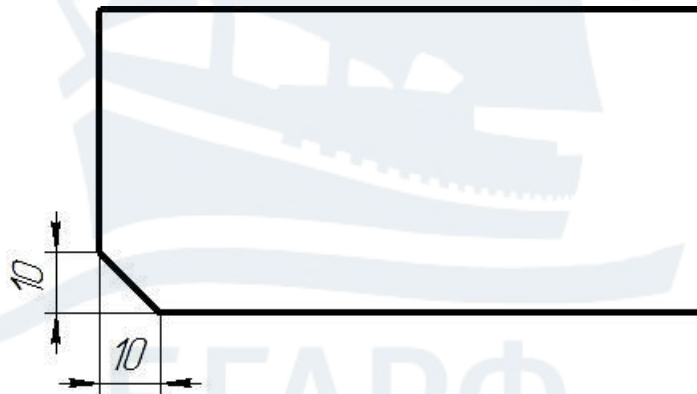

Рис. 91
□ **Фаска** → **У** (угол) → **Enter** → **Первая длина фаски 10** → **Enter** → **Угол фаски с первым отрезком 45** → **Enter** → **Выбрать первый отрезок** → **Выбрать второй отрезок** – фаска построена (рис. 91).